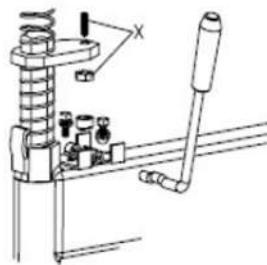

Fig 12
Aviso: Se o braço vertical hexagonal não estiver travado ou não atender ao requisito de 2-3 mm da parte inferior do cabeçote de montagem/desmontagem até o aro, ajuste a placa de travamento hexagonal, consulte a Fig. 12 e ajuste o (X).